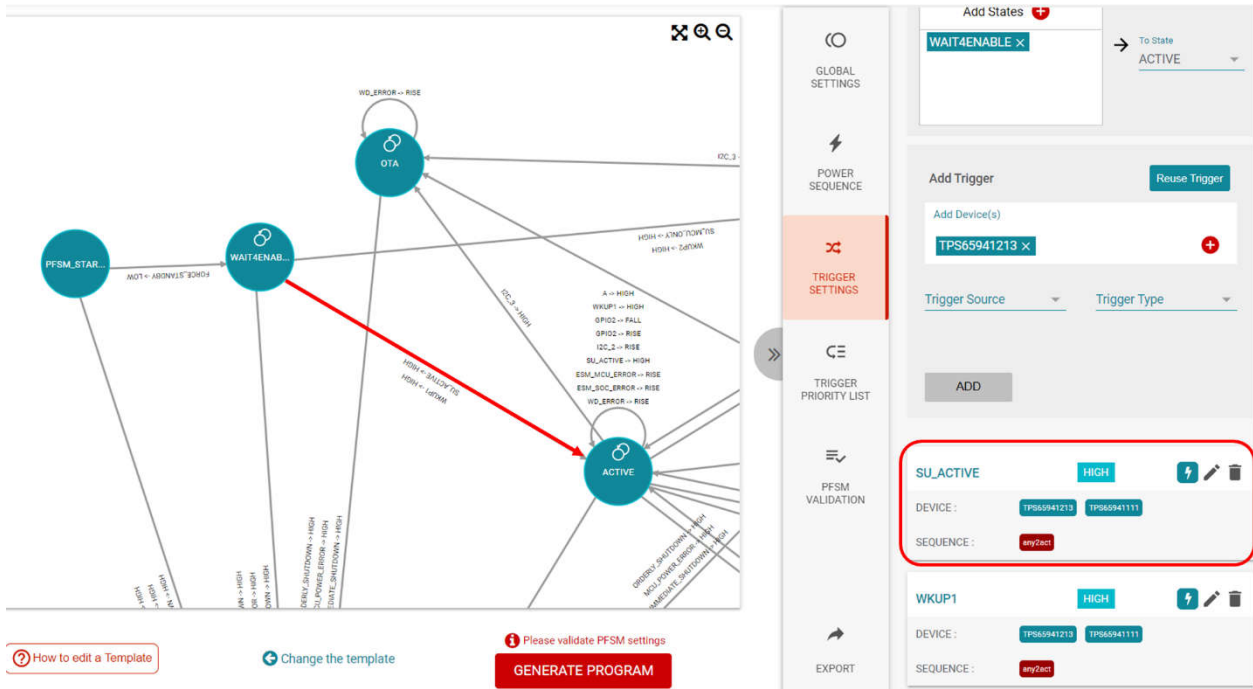

图 2-11. FSM 局部 1
1. 如图 2-11 所示，从 standby 到 active 状态的触发条件有两个，SU ACTIVE 和 WKUP1，我们关注 SU ACTIVE 这个 trigger，根据图 2-8 的信息，它的意思是使能管脚为高，因此外部使能管腿拉高使 PMIC 进入 active 状态，各电源轨对外输出。